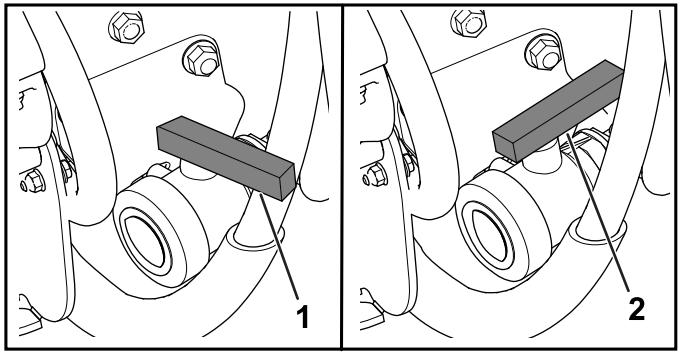

Figura 94
3. Abra a válvula para drenar todo o material não utilizado do depósito (Figura 94).